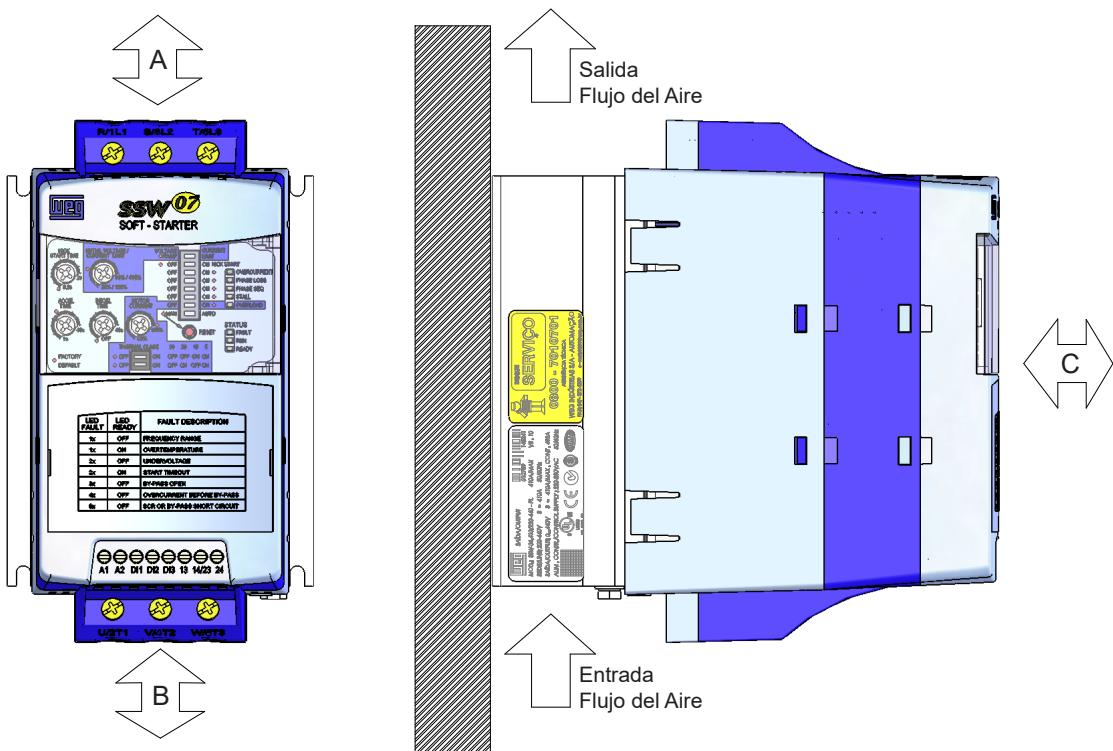

Figura 3.2 - Espacios libres para la ventilación
- 3.1.3 Posicionamiento/ Fijación** Para la instalación del Arrancador Suave SSW-07 se debe dejar en el mínimo los espacios libres al rededor del Arrancador Suave conforme la figura 3.2 presentada a seguir. Las dimensiones de cada espacio libre están disponibles en la tabla 3.2.